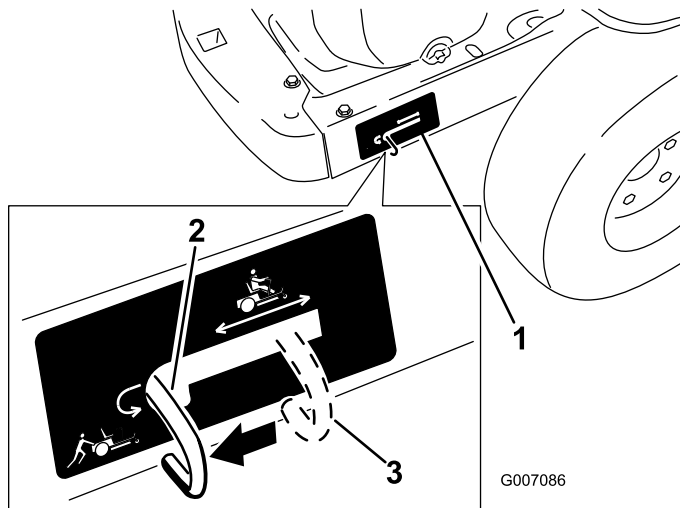

Bild 22
- Schieben Sie die Bypasshebel nach hinten und dann nach unten, um sie zu arretieren, wie in Bild 22 dargestellt, um die Radmotore auszukuppeln. Wiederholen Sie die Schritte an jeder Maschinenseite.
Schieben Sie die Bypasshebel nach oben und drücken Sie sie dann nach vorne in die **Mitte** des horizontalen Schlitzes (Bild 22), um die Radmotore einzukuppeln.